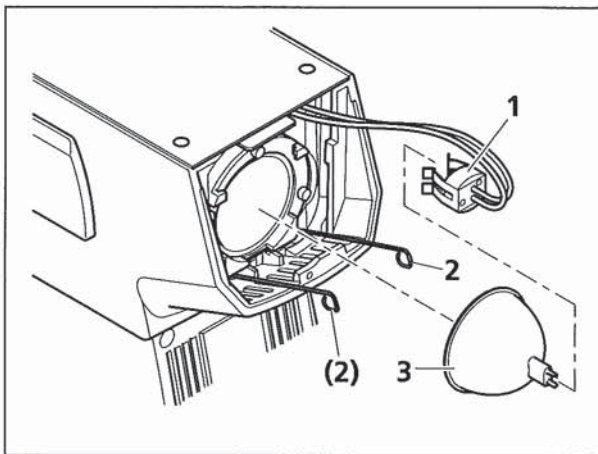

Bild 3-21 Halogenlampe 12 V 50 W herausnehmen
- Lampenstecker (Bild 3-21/1) von der Halogenlampe (Bild 3-21/3) abziehen.
- Klemmbügel der Lampenhalterung (Bild 3-21/2) beidseitig zusammen drücken und nach hinten kippen.
- Bei Lampenwechsel die defekte Halogenlampe (Bild 3-21/3) herausnehmen.